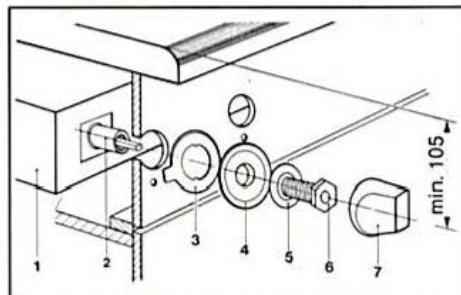

fig. 5
4. Appliquer de l'intérieur l'élément de commande (avec le couvercle vers le bas) contre le bandeau frontal de l'élément inférieur et visser de l'extérieur les vis de fixation garnies d'une rondelle protectrice dans l'écrou sur l'élément de commande (voir fig. 5). Après la mise en place correcte, serrer les vis de fixation jusqu'à ce que l'élément de commande soit correctement fixé.